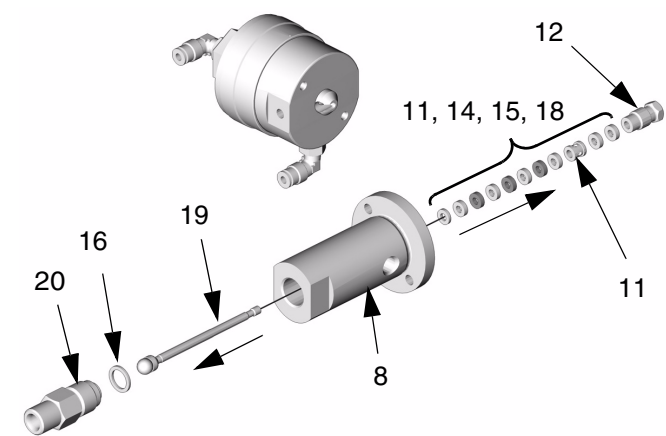

FIG. 4
1. Rimuovere il dado (12). Vedere FIG. 4.
2. Rimuovere la sede (20).
1. Unire le sezioni aria e fluido. Vedere FIG. 4.